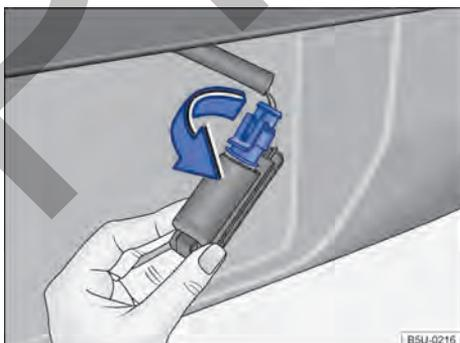

Fig. 152 Luz de la placa de licencia: retirar el portalámparas.
3. Girar el portalámpara en el sentido de la flecha → fig. 152, y desensajarlo del alojamiento. ▶
7. Presionar el portalámparas en el alojamiento y girar en el sentido contrario al de la flecha → **fig. 152**.